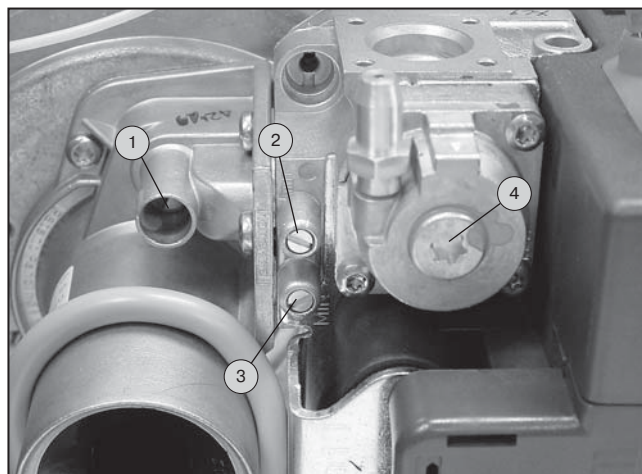

Рис. 16
- С помощью регулировочного винта газового потока на газовом клапане (рис. 16) отрегулируйте процентное содержание CO₂ до значений, указанных в таблице установочных параметров на странице 15.